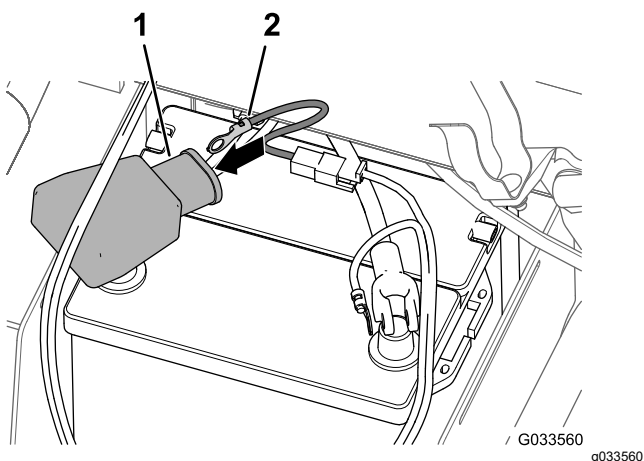

Figure 29
4. Insérez la cosse ronde du fil fusible (faisceau du pulvérisateur) dans le grand capuchon, comme montré à la Figure 29.